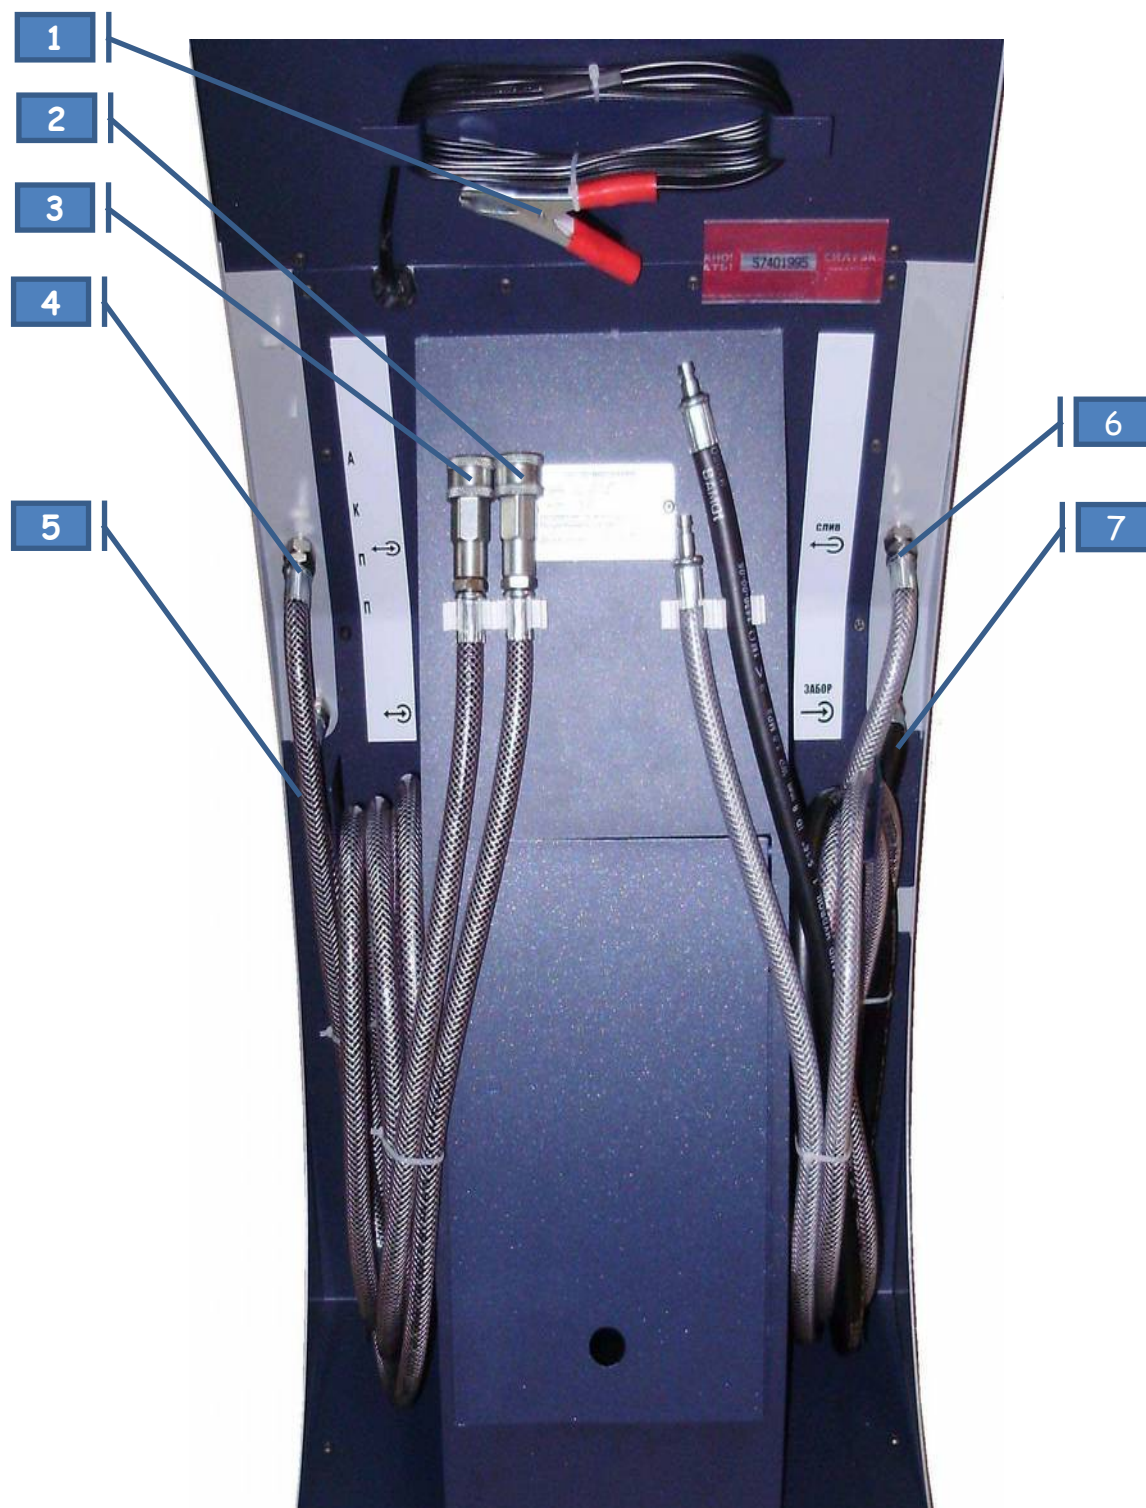

Рис. 3
4. К адаптерам подключить с помощью БРС (п.2, п.3 рис.3) рабочие шланги установки, в произвольном порядке (установка снабжена автоопределением потока)